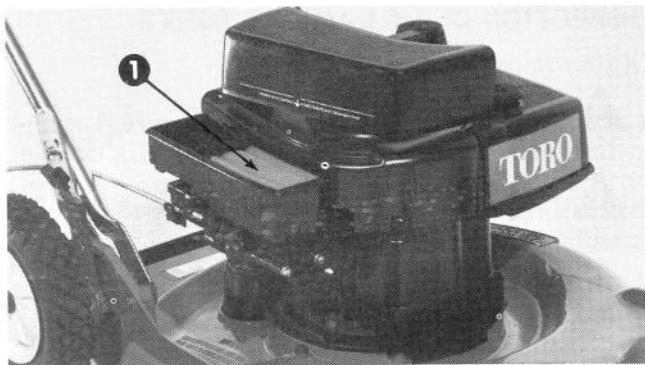

Figure 20
3. Examinez le dessus de l'élément du filtre à air (Fig. 20). S'il est encrassé, l'élément doit être enlevé du boîtier du filtre à air (Fig. 20) et nettoyé.
D. REMETTEZ l'élément dans le boîtier du filtre à air (Fig. 20).